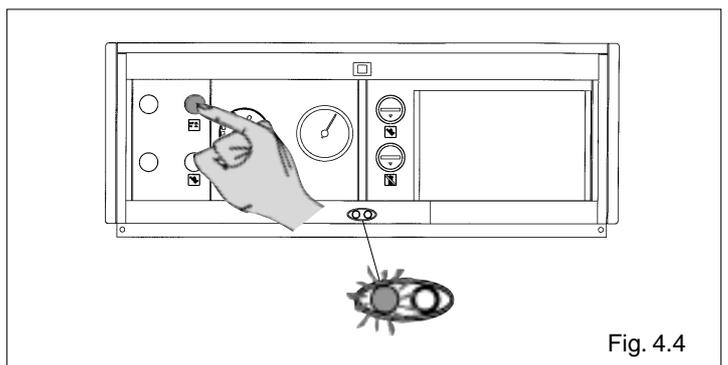

Fig. 4.4
- accionar el interruptor principal del panel de mandos y controlar que el led verde se encienda (fig. 4.4).